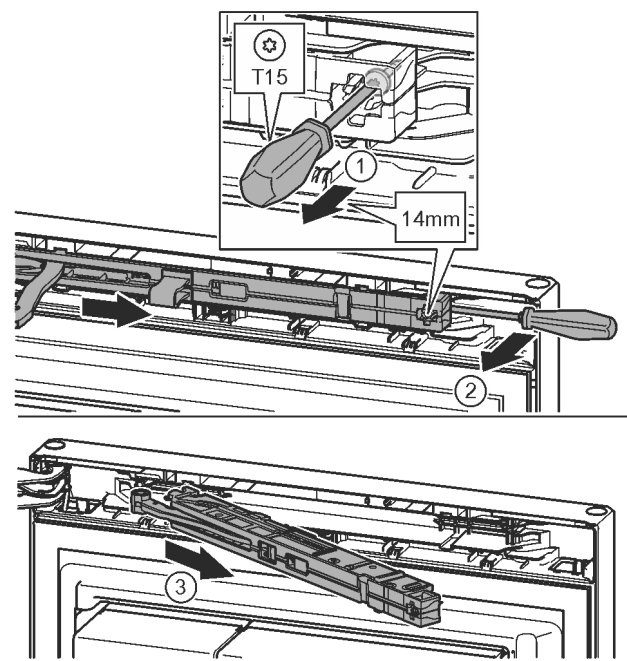

Fig. 10
- ▶ 用 T15 螺丝刀将关门阻尼单元上的螺钉松开约 14 mm。Fig. 10 (1)
- ▶ 将螺丝刀移向把手侧关门阻尼单元的背面并将其向前转动。Fig. 10 (2)
- ▶ 拉出关门阻尼单元。Fig. 10 (3)